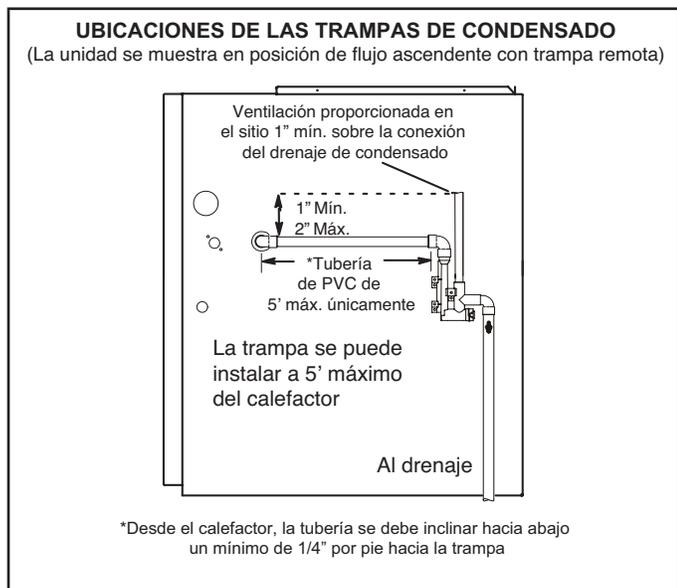

**FIGURA 47**
**NOTA** - Se puede usar un tubo de tamaño apropiado y un accesorio de asas para el drenaje de condensado. Conéctelos al drenaje en la trampa con una abrazadera de manguera. Ver "FIGURA 47".